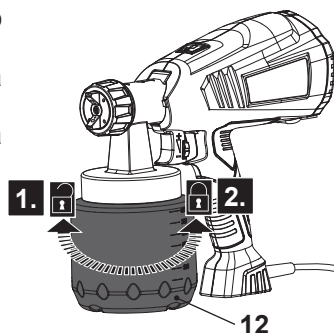

Fig. 1.
- > Desaparafusar o recipiente de tinta (12) do suporte do recipiente de tinta (8) (Fig. 1, etapa 1).
- > Verter a tinta no recipiente de tinta (12) até à linha de marcação de 800 ml, no máximo.
- > Volte a colocar o recipiente de tinta (12) na tampa da pistola de pulverização e aperte-o (Fig. 1, etapa 2).